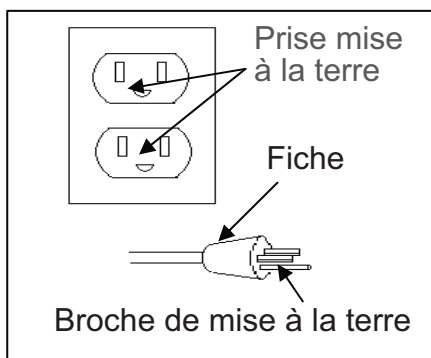

Figure 1
**J. CORDON D'ALIMENTATION** : Cet appareil doit être utilisé sur un circuit d'une tension nominale de 120 volts et mis à la terre. Vous devez employer un cordon d'alimentation muni d'une fiche de mise à la terre. Assurez-vous de brancher le compresseur sur une prise ayant les mêmes caractéristiques que la fiche (voir la figure 1). N'utilisez pas d'adaptateur pour brancher le compresseur.